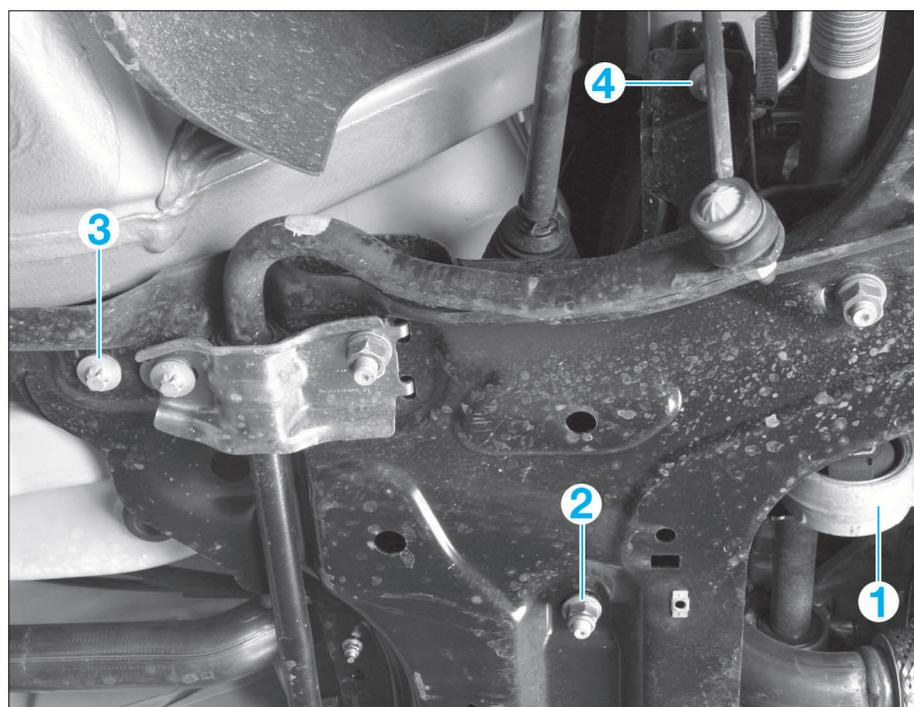

FIG. 13
- la biellette antibasculement (1) (Fig.13)
- les écrous (2) de fixation du boîtier de direction sur le berceau.
- Déposer les vis (3) et (4) de fixation du berceau et le descendre progressivement de 80 mm environ.